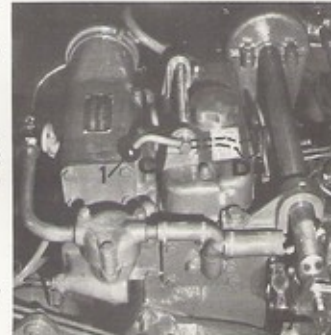

fig.3
- Renverser le levier du décompresseur 1 [fig. 3] (position D) ;
— Après quelques tours, ramener le levier du décompresseur en position C [fig. 3] ;